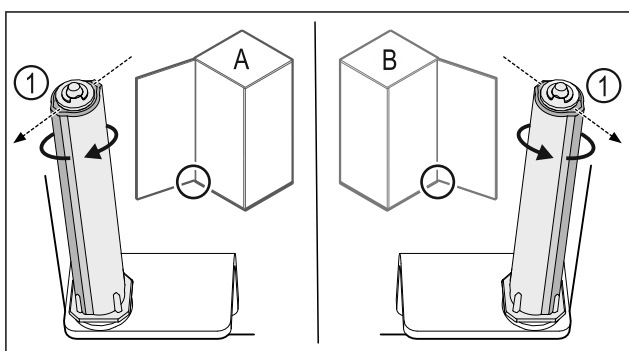

Fig. 49 Levý doraz (A) / pravý doraz (B)
- Otáčejte uzavíracím systémem proti odporu, dokud nebude lamela uzavíracího systému Fig. 49 (1) ukazovat směrem ven.